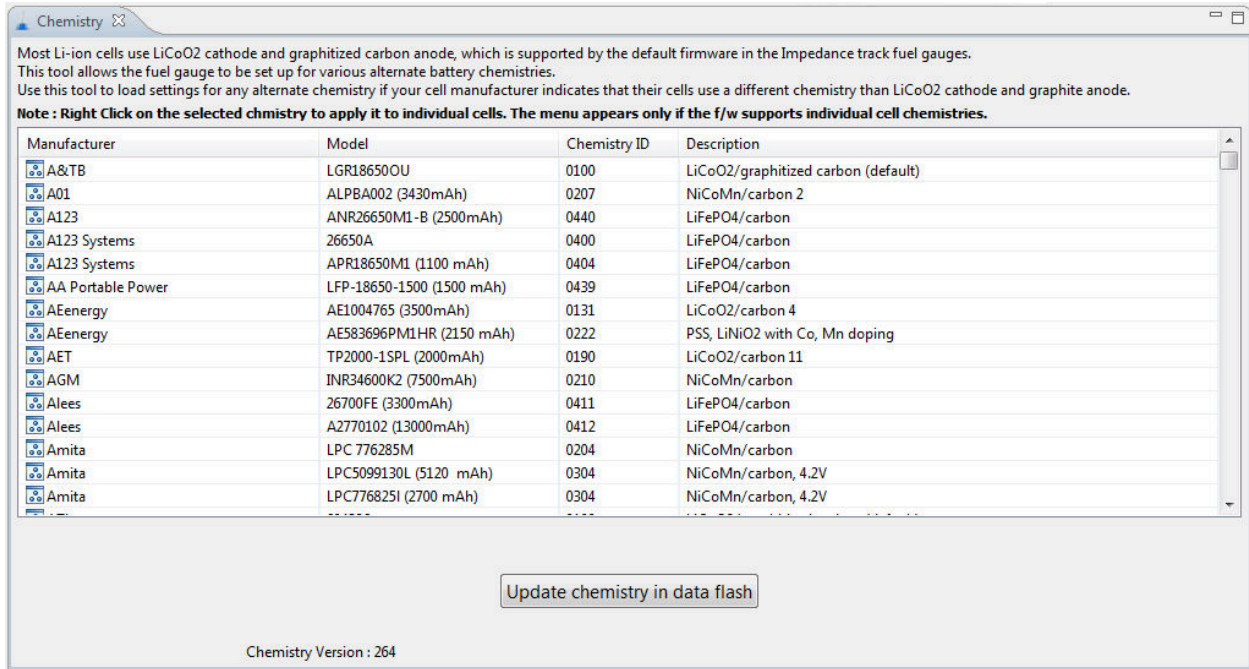

图 3-4. 化学成分屏幕
- 选择表格中与电芯匹配的 ChemID (参阅图 3-4)。